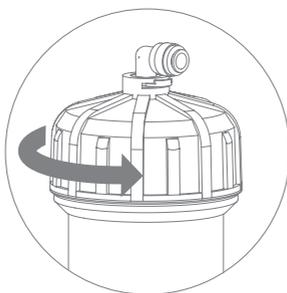
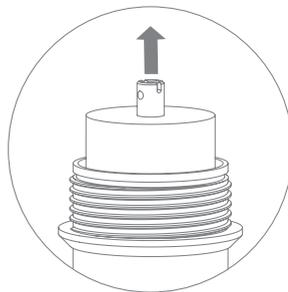

Рис. 16
Рис. 17
4. Открутите крышку корпуса мембраны (рис. 16), используя ключ из комплекта поставки, извлеките отработанную мембрану (рис. 17).